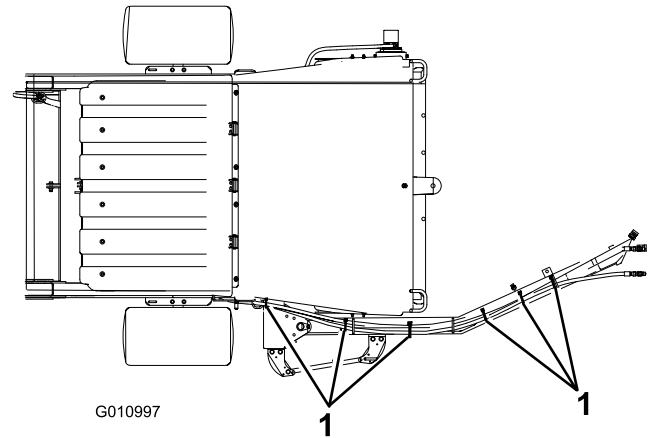
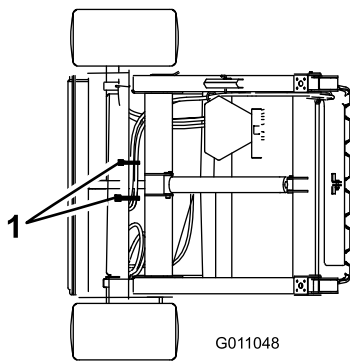

Figura 11
Figura 12
2. Sujete los manguitos hidráulicos y el arnés de cables según se muestra en Figura 11 y Figura 12.